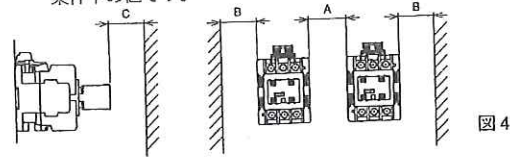

図4
- (1) 取付けは右表の寸法以上離してください。(図4)
- (2) C寸法はIEC規格およびJIS規格の開路、遮断容量試験